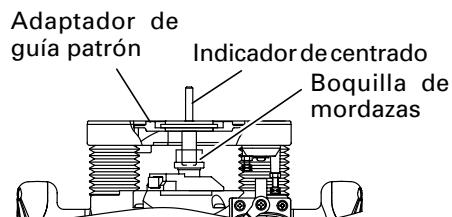

Fig. 10
- ② Inserte el calibrador de centrado a través del orificio del adaptador de la guía de la plantilla y en el mandril portabroca. (Fig. 10)
- ③ Apriete el mandril portabroca con la mano.
- ④ Apriete los tornillos del adaptador de guía de la plantilla, y extraiga el calibrador de centrado.
(2) Guía de plantilla